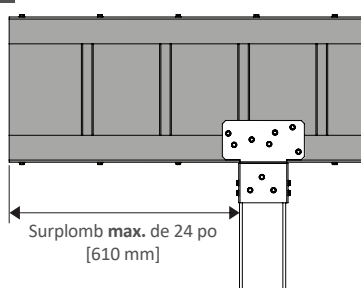

Fig. 33
- **RACCORD DE POUTRES** : Lors du raccord de deux poutres, un **minimum** de 24 po [610 mm] de chevauchement doit exister entre les deux poutres, comme illustré aux fig. 33 et 34. Le raccord doit être supporté par un poteau à tout emplacement du chevauchement des poutres. Le raccord de poutres est attaché par quatre boulons traversants, écrous et rondelles de 0,38 po [10 mm] de diamètre, comme illustré aux fig. 35 et 36.